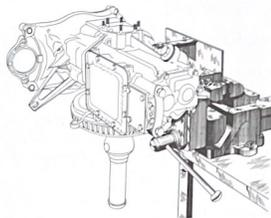

Fig. 3.26.—Posición de la caja para el reglaje del juego en los rodamientos del diferencial.
a) Colocar la caja de cambios unida a un soporte (fig. 3.26), en un tornillo de banco, de modo que el lado del embrague quede a la izquierda del operario y la salida izquierda del diferencial hacia abajo.
a) Colocar la caja de cambios en la posición indicada por la fig. 3.26.